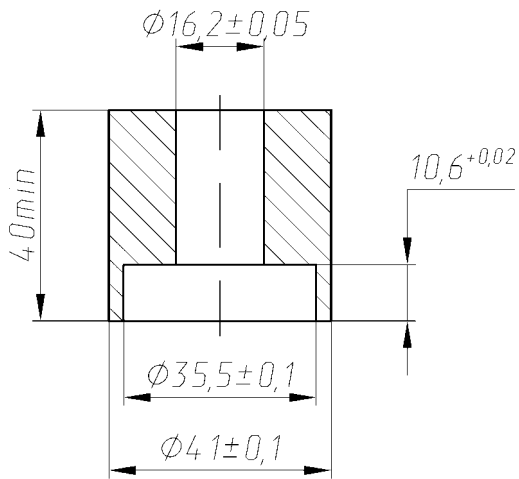
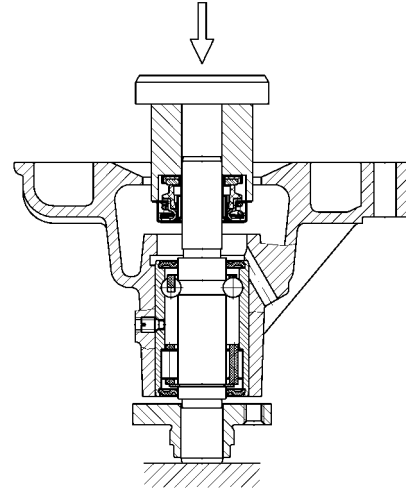

Рис. 138. Оправка для запрессовки уплотнения
Рис. 139. Запрессовка уплотнения водяного насоса
- с помощью оправки (рис. 138) запрессовать уплотнение на вал подшипника и в корпус насоса, не допуская перекоса (рис. 139). С помощью оправки обеспечивается необходимое сжатие пружины уплотнения;